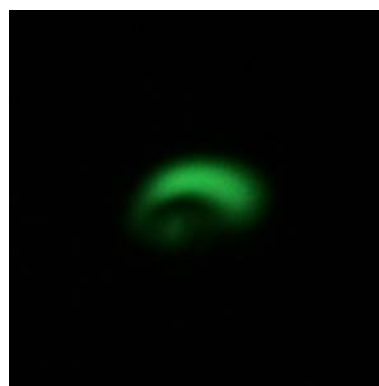

図 13 非対称なフィラメント像
6. フィラメント像が非対称の場合（例えば、図 13）は以下の手順で調整する。